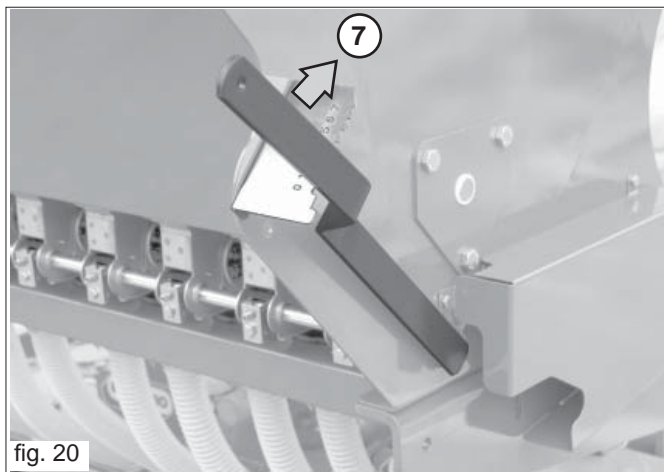

fig. 20
- Per grandi quantità è consigliabile utilizzare la manovella sulla trasmissione per ruotare l'asse agitatore, controllando così la quantità in scarico; per le piccole quantità da scaricare, spostare la leva dei tastatori oltre la posizione 7 (Fig. 20).